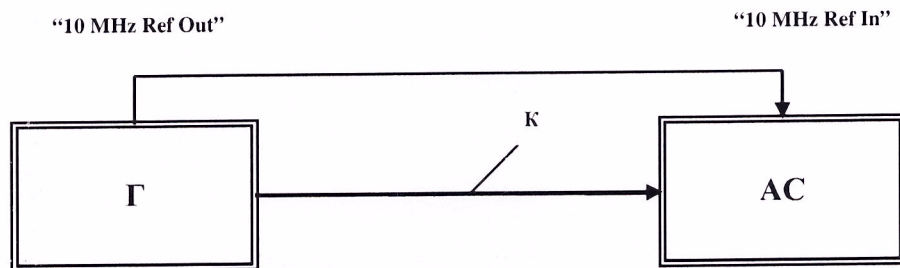

Рисунок 5.2
7.3.10.5 После отсчета на частоте 3 GHz отсоединить измерительный преобразователь ИП 1 от кабеля и присоединить кабель к входу “RF Input” поверяемого анализатора, как показано на рис. 5.2.